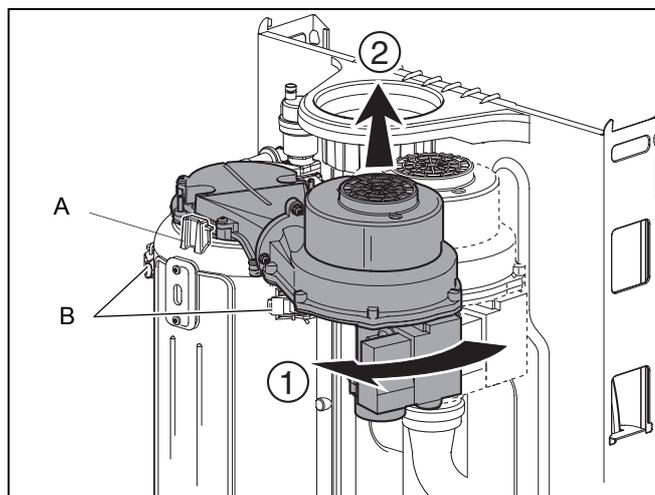

Fig. 49 Togliere l'unità di miscelazione aria/gas e il bruciatore
L'unità di miscelazione aria/gas può essere smontata solo ruotandola di un quarto di giro in avanti (innesto a baionetta) (fig. 49, pos. A), quindi sollevandola verso l'alto ed estraendola dalla sede dell'innesto.
- Il guscio anteriore dello scambiatore può essere smontato solo allentando i ganci a chiusura rapida (fig. 49, pos. B).